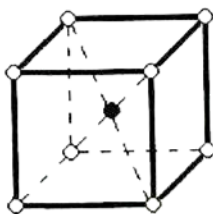

рис. 6
1.17. Какова химическая формула сплава, кристаллическая решетка которого представлена на рис. 6?